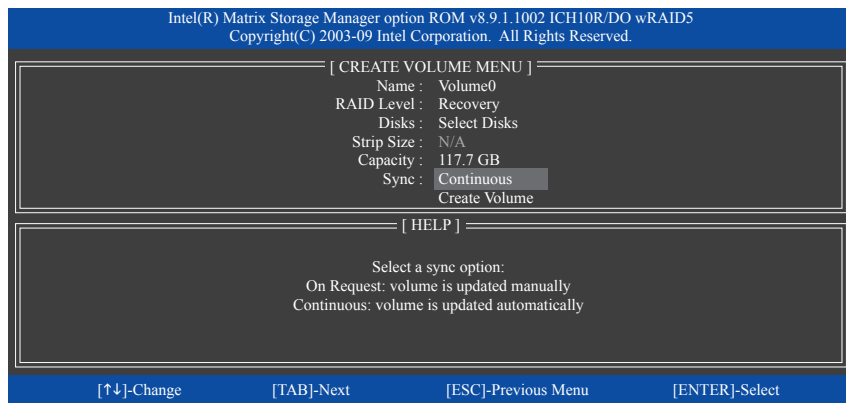

図 11
**Sync** の下で、**Continuous** または **On Request** を選択します (図 11)。**Continuous** に設定されているとき、両方のハードドライブがシステムの取り付けられていれば、マスタドライブのデータを変更するとその変更はリカバリドライブに自動的かつ連続してコピーされます。**On Request** では、オペレーティングシステムの Intel Rapid Storage Technologyユーティリティを使用してマスタドライブからリカバリドライブに手動でデータを更新できます。**On Request** では、マスタドライブを以前の状態に復元することもできます。